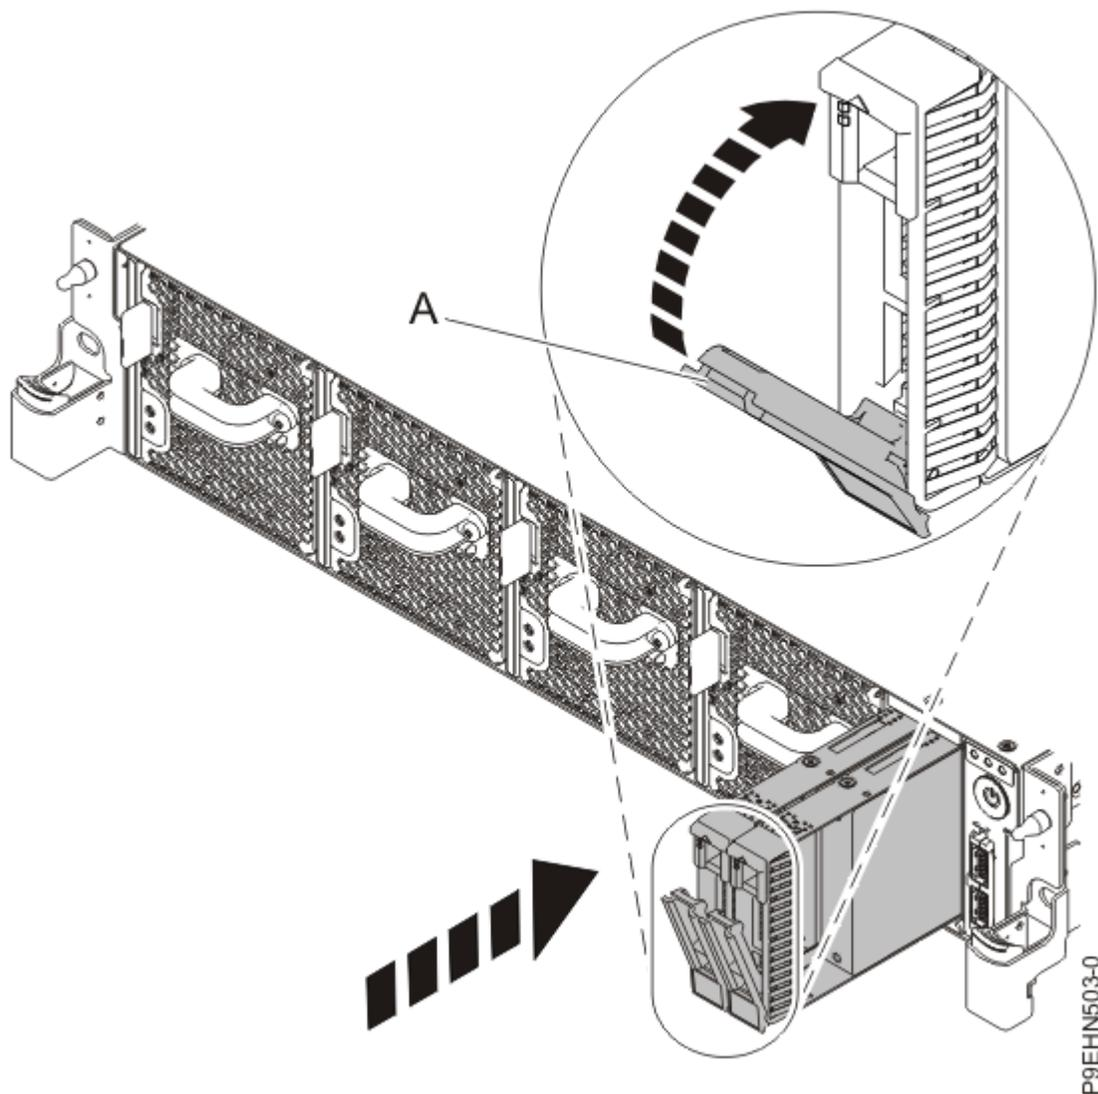

Figura 21. Detalhe da trava da unidade de disco
6. Bloqueie a alça do compartimento de unidade de disco **(A)** empurrando a liberação da alça. Consulte Figura 21 na página 24.